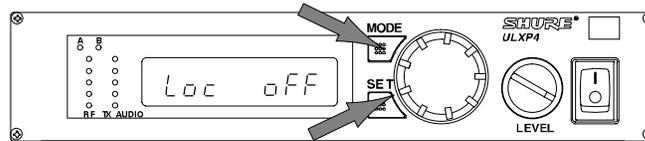

FIGURA 43
1. Tenete premuto il pulsante SET e premete tre volte quello MODE. Sul display appare la dicitura "Loc". (vedi Figura 43).